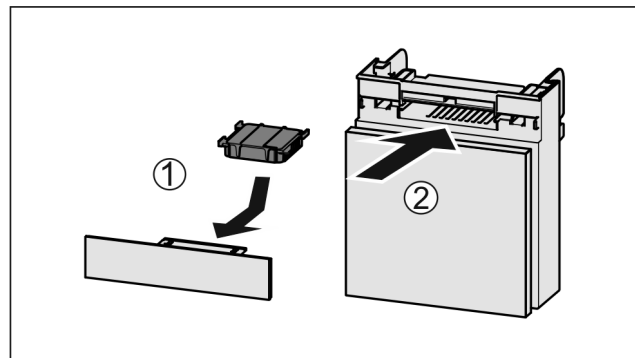

Fig. 123
- Поставете Fig. 123 (1) филтъра с активен въглен, както е показано на фигурата.
- Вкарайте Fig. 123 (2) отделениято.